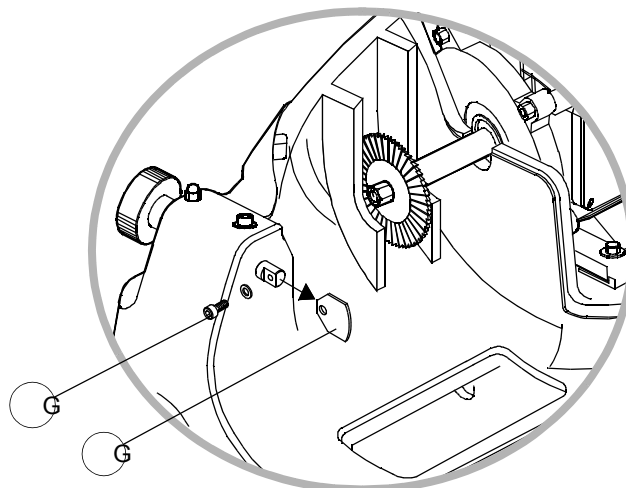

Рис. 17
Для замены копира (G) необходимо выполнить следующие действия (рис. 17):